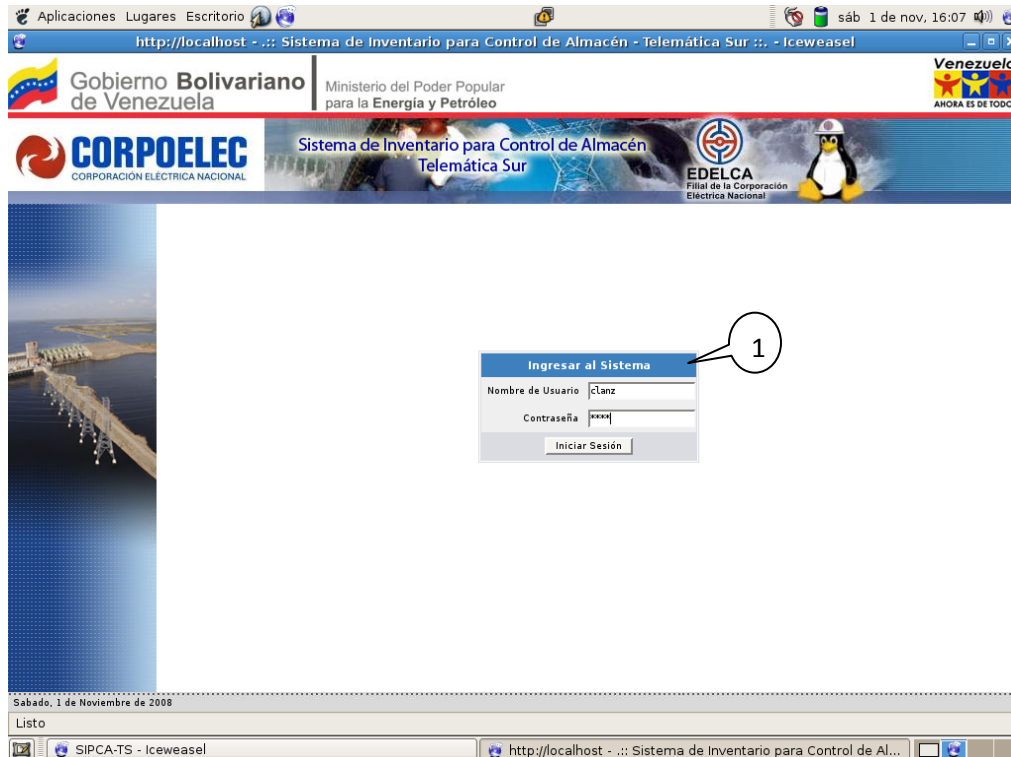

Figura 2.1. Autenticación de Usuario.
Al iniciar la aplicación Web se muestra la entrada al sistema o pantalla de inicio para el cual se debe introducir el identificador y contraseña del usuario (1). Ver figura 2.1.